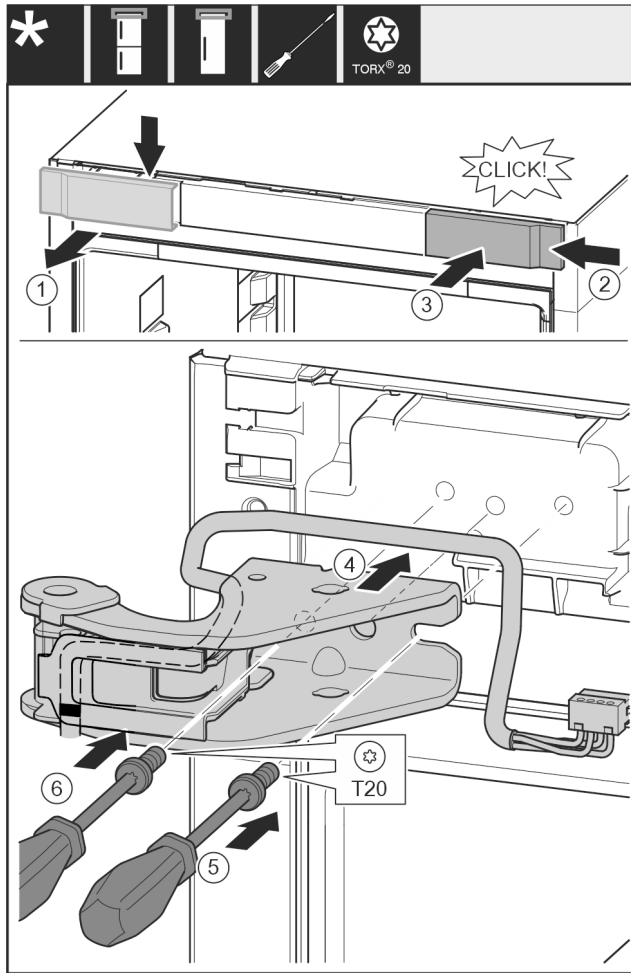

Fig. 32
- ▶ Irrota suojus ylöspäin eteen. Fig. 32 (1)
- ▶ Ripusta suojus paikoilleen 180° käännettynä toiselle puolelle oikealta. Fig. 32 (2)
- ▶ Anna suojuksen lukittua paikoilleen. Fig. 32 (3)
- ▶ Aseta ylempi laakeripukki paikoilleen. Fig. 32 (4)
- ▶ Aseta ruuvi paikoilleen T20-ruuvimeisselillä ja kiristä se. Fig. 32 (5)
- ▶ Aseta ruuvi paikoilleen T20-ruuvimeisselillä ja kiristä se. Fig. 32 (6)